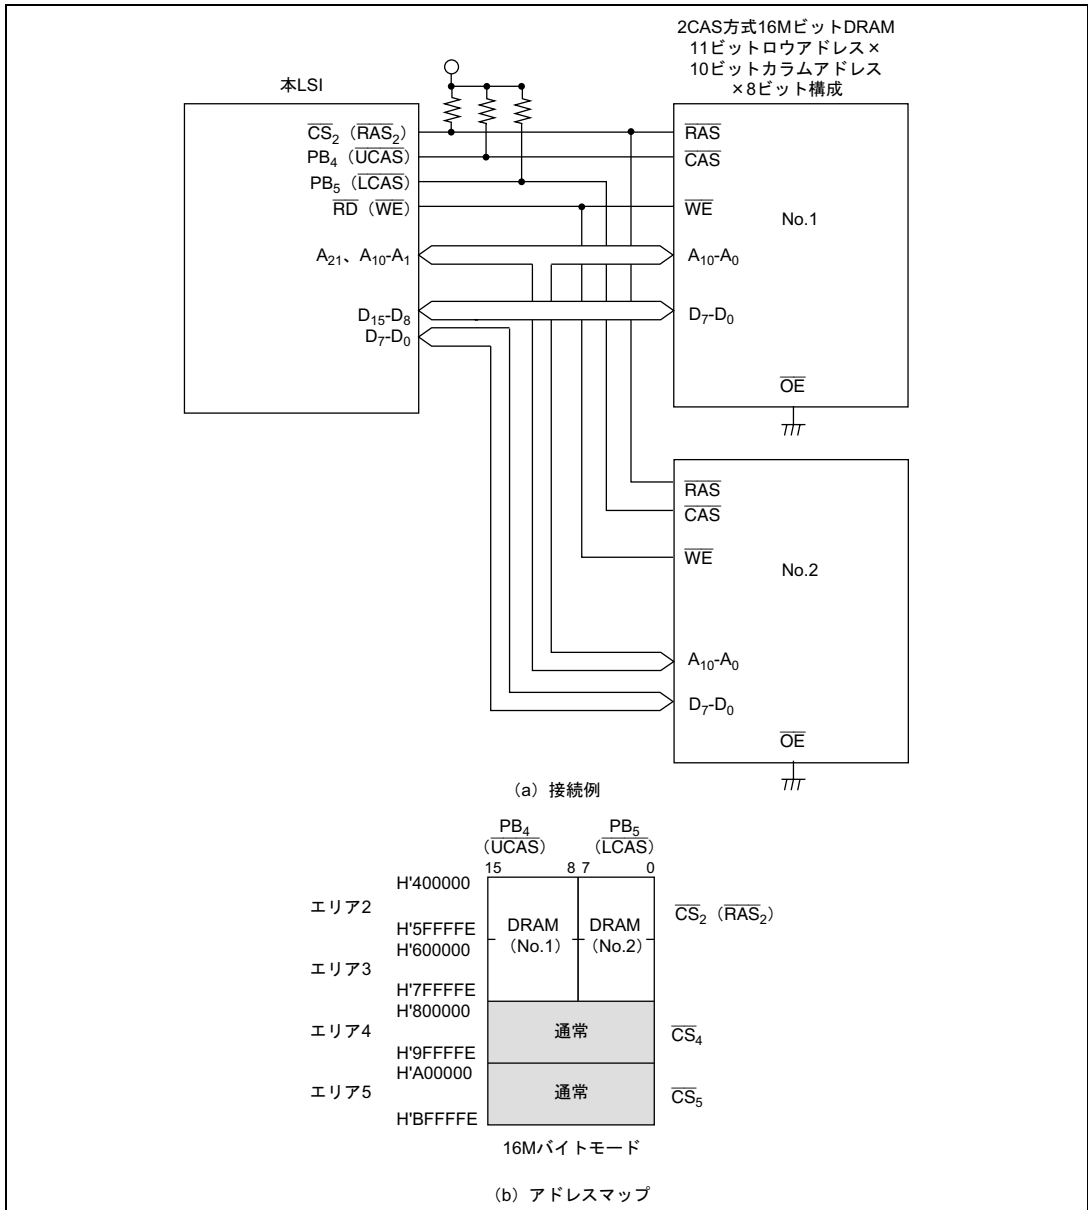

図 6.32 ×8ビット構成の16MビットDRAMの接続例とアドレスマップ
- (2) 図6.32に×8ビット構成の16MビットDRAMを2個使用する場合の接続例とそのアドレスマップを示します。本例では11ビットロウアドレス×10ビットカラムアドレスのタイプのものを使用しています。 \overline{CS}_2 端子をエリア2およびエリア3に共通の \overline{RAS} 出力端子として使用しています。本例のように \overline{DRAM} のアドレス空間が複数エリアにまたがって連続する場合、 $\overline{DRAS2} \sim 0$ の設定により、一本の \overline{CS} 端子が複数エリアに共通の \overline{RAS} 出力端子として使用でき、アドレス空間が最大4エリアにまたがる大容量DRAMを直接接続することができます。この場合不要となる \overline{CS} 端子（本例では \overline{CS}_3 端子）は入出力ポートとして使用することができます。